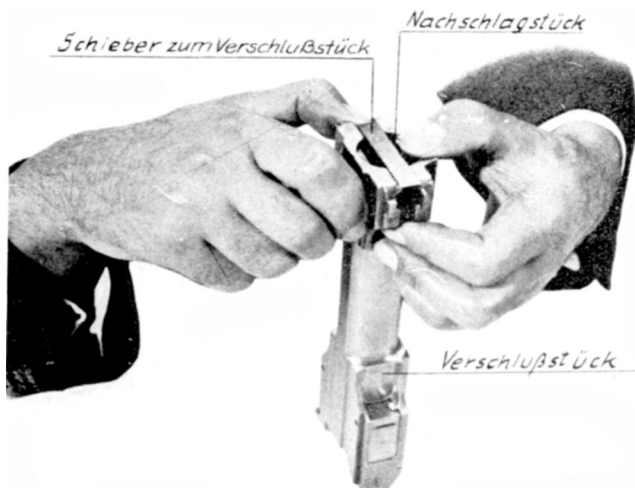

Abb. 80: Herausdrücken des Schiebers zum Verschußstück
b) Zerlegen des Verschußstückes (Abb. 80—82)